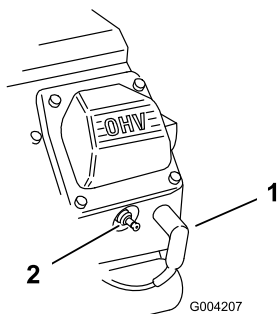

Figura 36
3. Staccare il cappellotto delle candele (Figura 36).
3. Collegare i cappellotti alle candele (Figura 36).